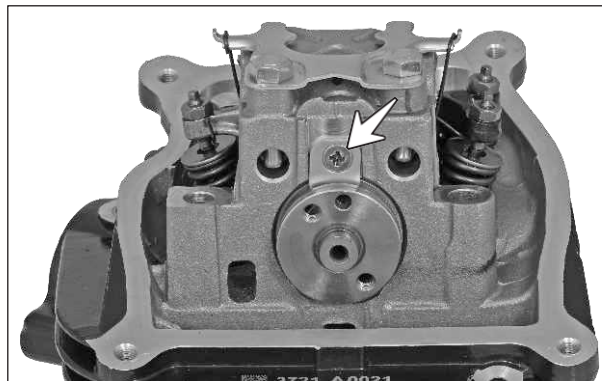

Fig. 3.46
- Retire el tornillo (M5x15) del soporte del eje de levas y saque el eje de levas. (Fig. 3.46)